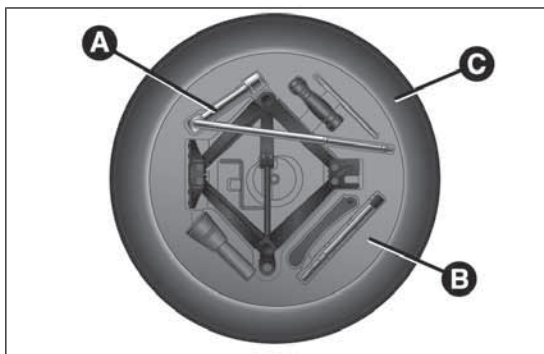

fig. 155
- ☐ utilizzando la chiave A fig. 155 ubicata nel contenitore portattrezzi, svitare il dispositivo di bloccaggio, prendere il contenitore portattrezzi B e portarlo accanto alla ruota da sostituire. Successivamente prelevare il ruotino di scorta C;